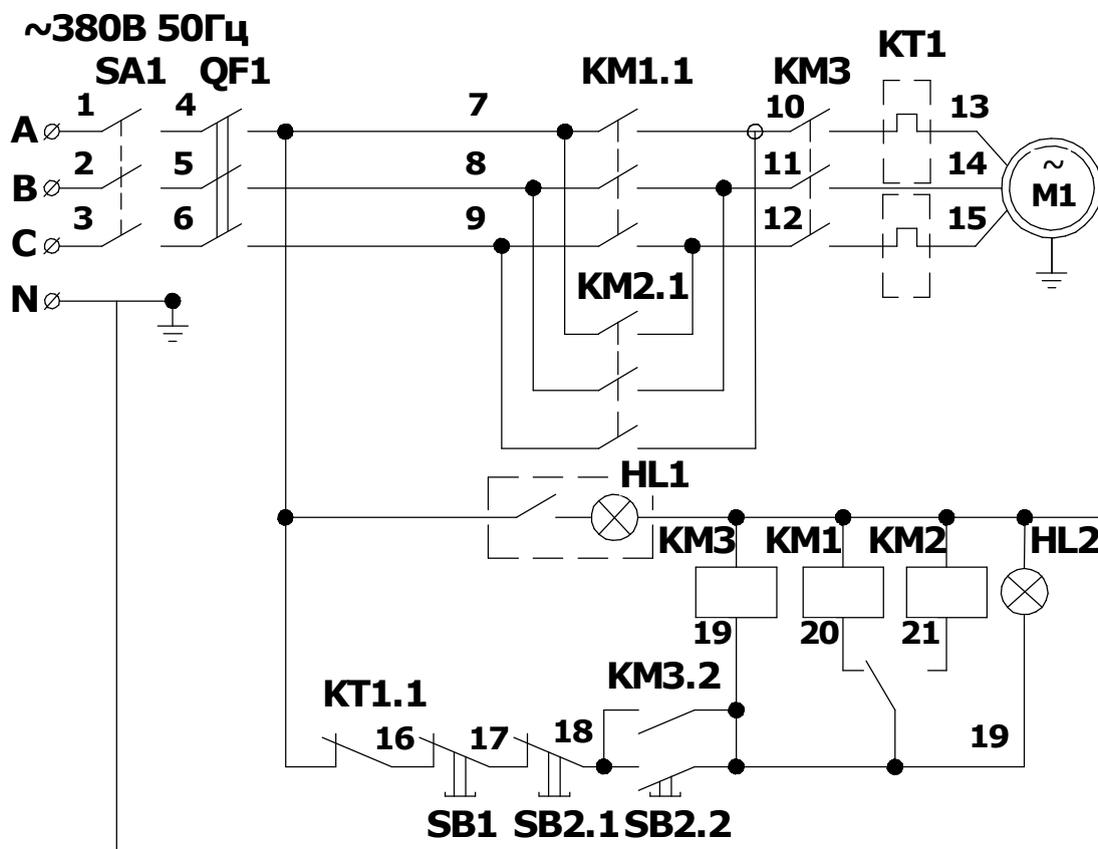
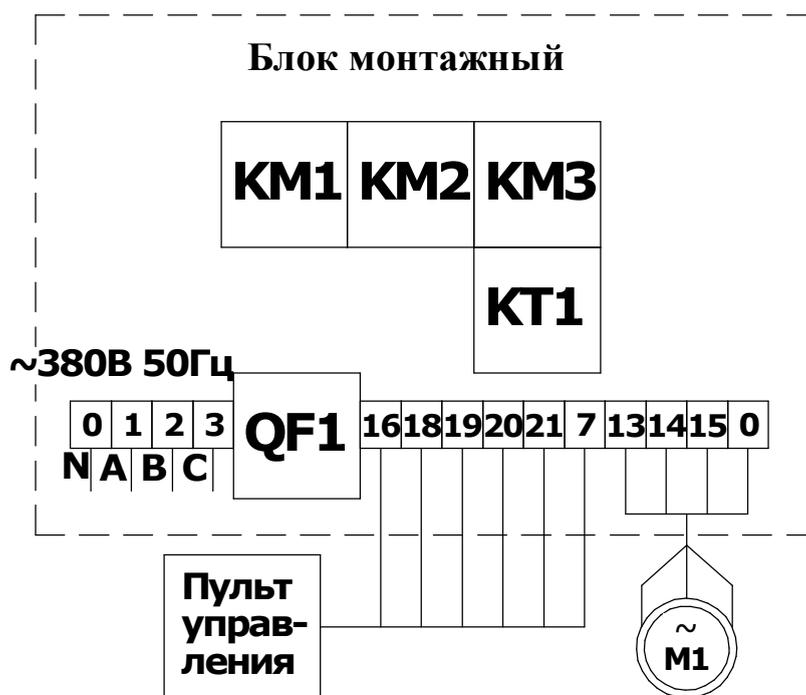

Рис.4.1. Схема электрическая принципиальная
Рис.4.2. Схема монтажная электрических соединений
4.3. Схема электрическая принципиальная на(Рис.4.1). Схема монтажная электрических соединений на(Рис.4.2), а также перечень элементов в(Таблице 4.2)